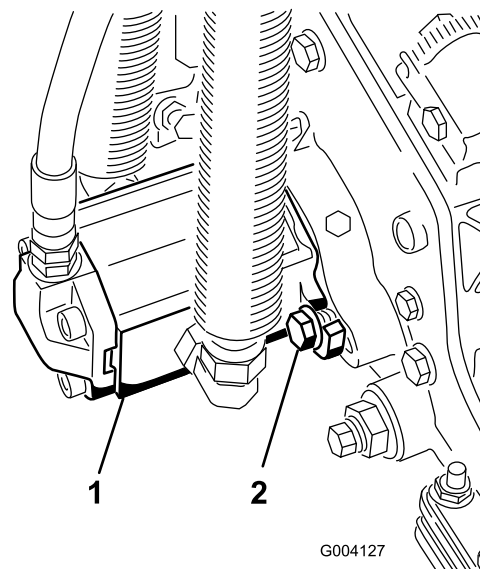

図 19
10. モータを手を持ち、右回りにひねってモータのフランジをキャップスクリューから逃がしながら、キャップスクリューにモータをセットする (図 19)。モータを左回りにひねって、キャップスクリューにフランジをしっかりと掛け、キャップスクリューを締めてモータを固定する。